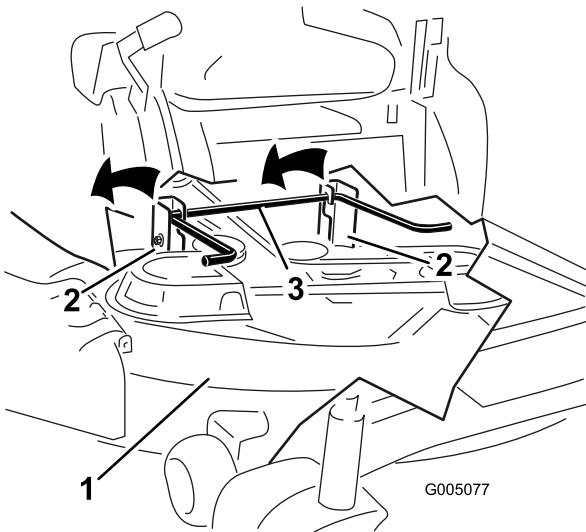

Figura 46
- Eleve el cortacésped y desenganche la varilla de elevación trasera de los soportes, y baje el cortacésped con cuidado al suelo (Figura 46).
5. Eleve la parte trasera de la plataforma del cortacésped y coloque los soportes sobre la varilla de elevación trasera (Figura 46).